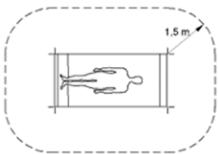

Fig. 5
El Wall Charger CW1 (1) está destinado a instalarse y usarse en áreas médicas fuera del entorno del paciente (al menos a 1,5 metros del paciente o del soporte del paciente de conformidad con la norma IEC 60601-1, véase Fig. 5).